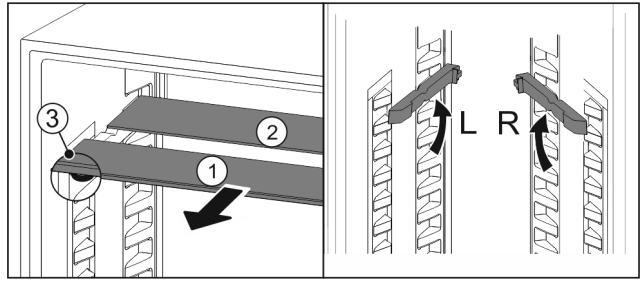

Fig. 120
- Sortir les tablettes par l'avant Fig. 120 (1).
- ▷ La tablette en verre Fig. 120 (1) avec bordure décorative est située à l'avant.
- ▷ Les butées Fig. 120 (3) sont orientées vers le bas.